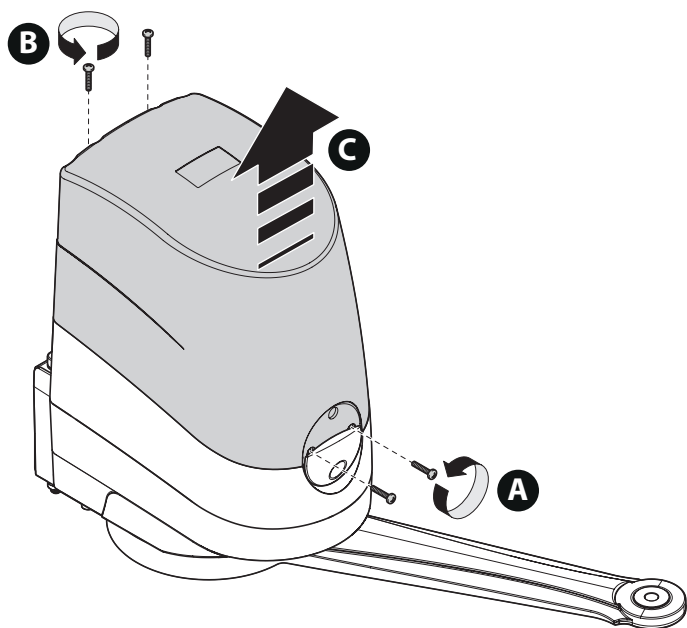

Fig. 21
01. Togliere il coperchio al motoriduttore come mostrato in **fig. 21**;